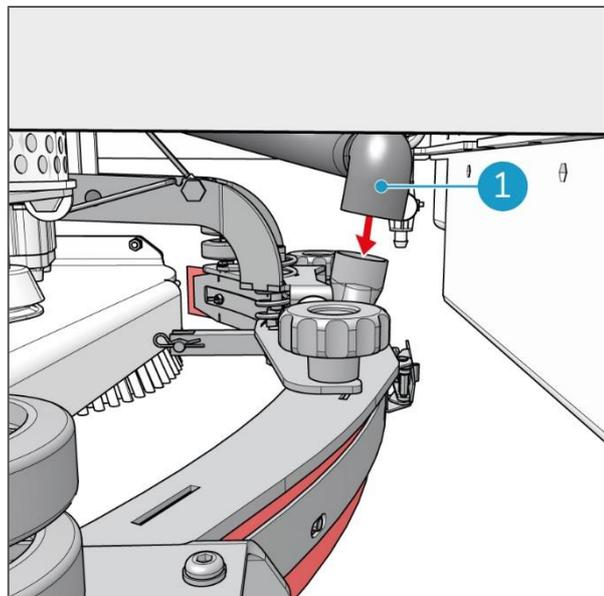

Figure 35
6. Poussez le tuyau d'aspiration sur le raccord de tuyau de la raclette (Figure 35, pos. 1).